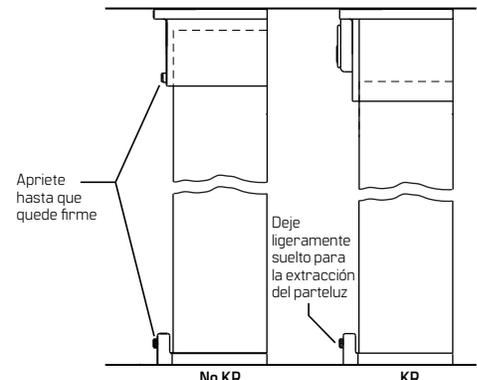

Figura 14 Tornillos prisioneros
- 6.4 Apriete los tornillos prisioneros UNC 5/16-18 en el cabezal y en la guarnición inferior para fijar el parteluz en su sitio. Consulte la **Figura 14**.
- 6.7 Instale y ajuste el tornillo prisionero UNC 5/16-18 para la guarnición inferior, dejándolo lo suficientemente flojo para poder extraer el parteluz sin girar el tornillo. Consulte la **Figura 14**.